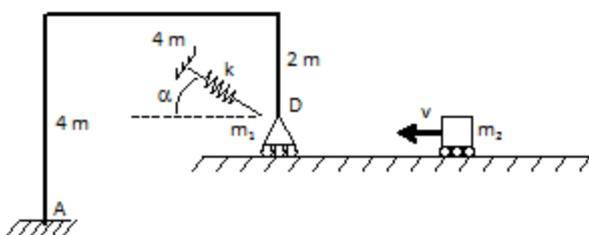

Figura 3
- A estrutura foi reforçada com uma mola, conforme representado na Figura 3. Por questões construtivas, esta foi instalada com uma inclinação $\alpha = 30^\circ$ com a direção horizontal. Determinar o coeficiente de rigidez da mola k de forma que o momento máximo obtido no item anterior seja reduzido à metade.